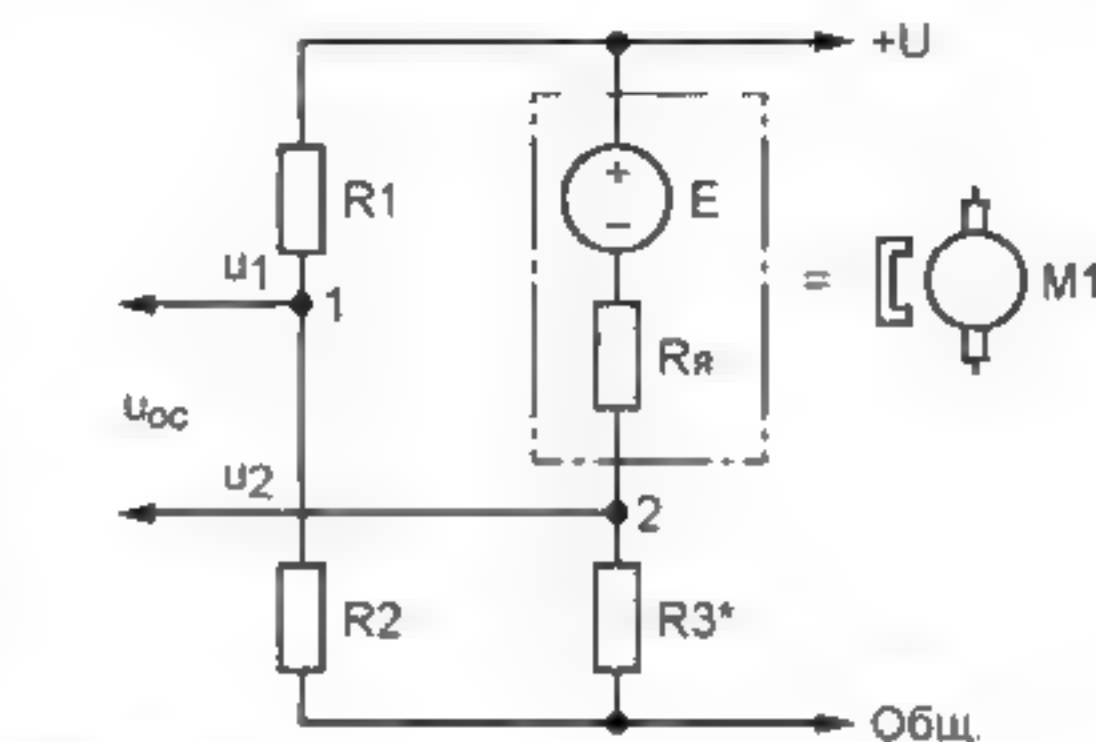

Рис. 1
Схемное решение способа получения этого сигнала изображено на рис. 1. Электродвигатель постоянного тока здесь изображён в виде последовательной цепи, состоящей из источника противоЭДС  $E$  и из символизирующего обмотку якоря резистора  $R_a$ . Последовательно с электродвигателем включён резистор  $R_3$ . Если выполняется условие  $R_3/R_a = R_2/R_1 = k$ , (1) то можно записать следующие уравнения: